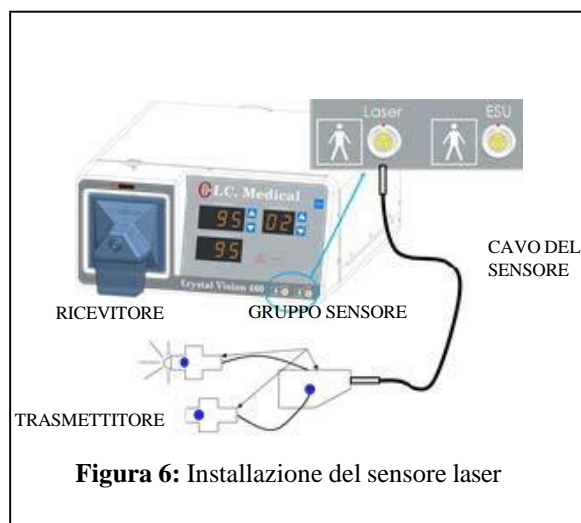

Figura 6: Installazione del sensore laser
1. Collegare il cavo del sensore (Figura 6) al connettore LASER sul CRYSTAL VISION® e alla scatola del connettore del sensore.